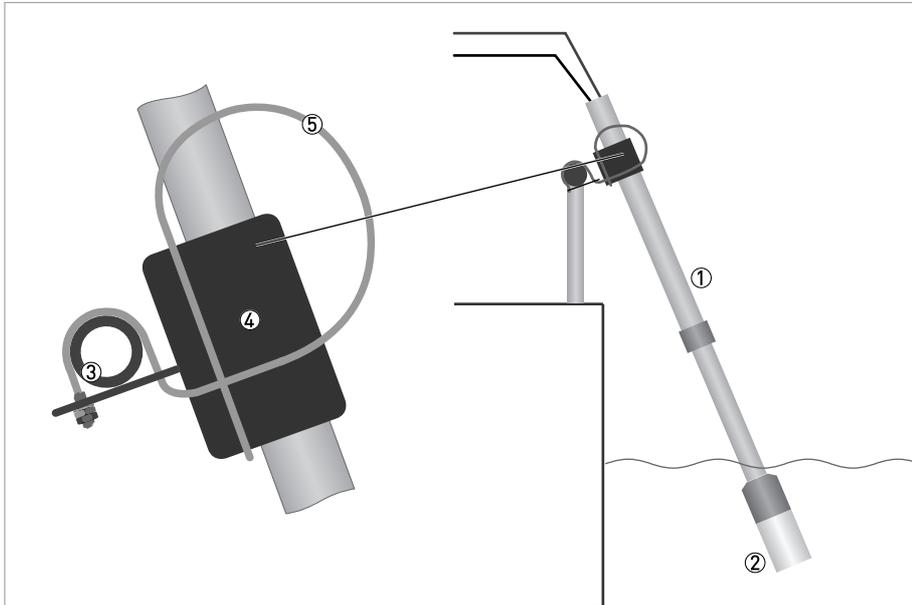

Abbildung 3-4: OPTISENS MAA 2000 Eintaucharmatur mit Teleskopstange
- Nehmen Sie die beiden Schellen von der Gleitschiene und bringen Sie sie um das Sensorgehäuse an. Achten Sie dabei darauf, dass die beiden Führungsschienen in einer geraden Linie zueinander ausgerichtet sind. Siehe Abbildung 3-4!